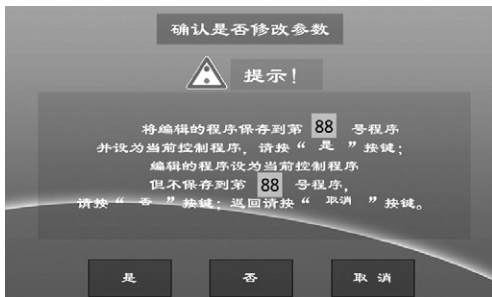

图 12 提示界面
5. 单击“确认”键，触摸屏显示图 12 所示的“提示屏”，按“提示屏”提示操作即可，触摸屏返回到“主控制屏”后控温程序自动从起始段号重新开始执行，直到结束段号执行结束。